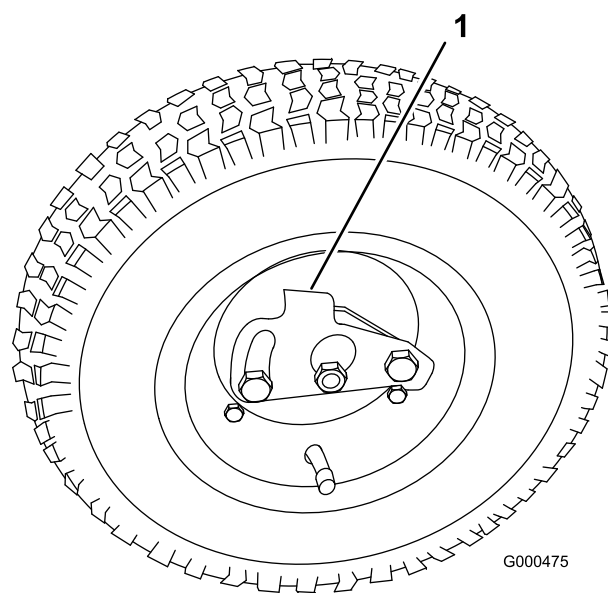

Figure 20
2. Poussez le clip de verrouillage vers le centre de la roue et faites coulisser la roue sur l'arbre hexagonal (Figure 20).